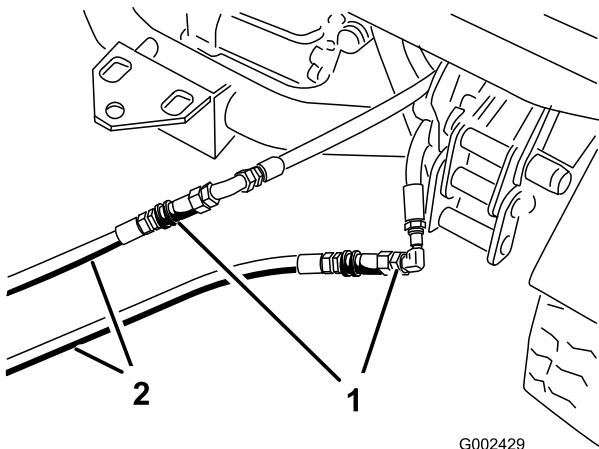

Bild 81
3. Schließen Sie am defekten Fahrzeug die beiden Anlasserschläuche an die Schläuche an, die abgeschlossen wurden (Bild 81). Verschließen Sie nicht verwendete Anschlüsse.